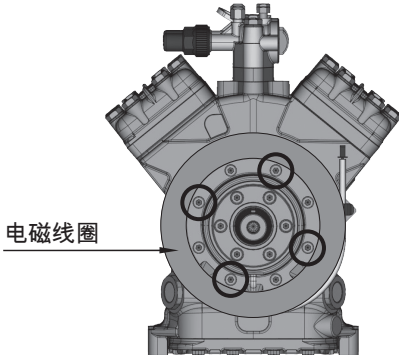

图 9
- 把电磁线圈安装到滑动配合面，如图9 所示，并且用4个内六角螺栓M8把电磁线圈固定好。螺栓 拧紧力矩=37Nm。